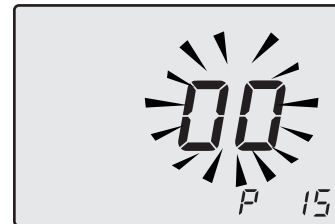

Рисунок 5.30
- Пролистать параметры, используя кнопку 16 или 17, до появления на ЖК-дисплее кода **P15** и значения параметра, которые указывают на вход в "параметр 15" (Рисунок 5.30).